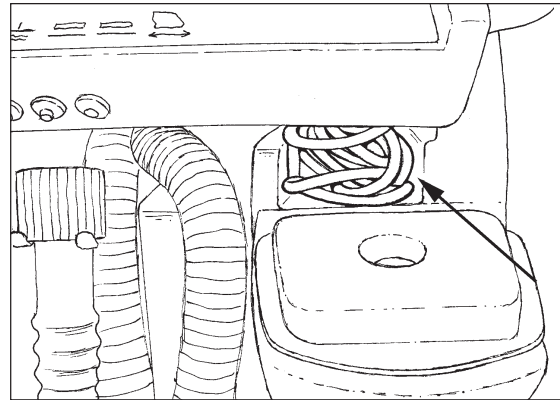
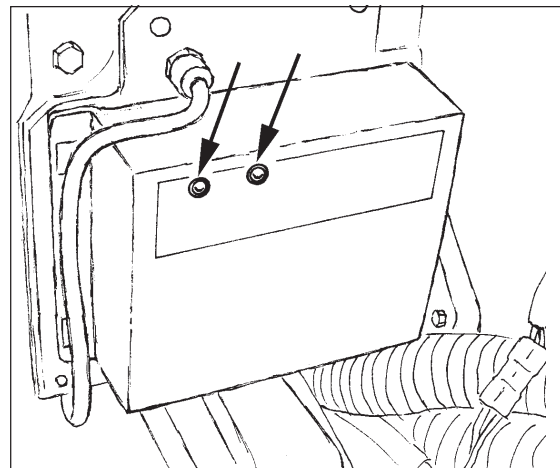

Figure 16
Figure 17
6. Les modèles Focus 17/20 est équipé d'un chargeur intégré placé derrière le réservoir de récupération (Voir Figure 17). Le chargeur est un chargeur 3 à étapes conçu pour maximiser la durée de vie de la batterie. Le câble d'alimentation CA au chargeur intégré est situé dans son compartiment de rangement au-dessous de la poignée de commande à l'arrière de la machine (Voir Figure 16). Tirez le câble du compartiment de rangement.
- **Étape d'Absorption** - À l'étape d'absorption, les voyants rouge et vert seront illuminés sur le chargeur (Voir Figure 17). Pendant cette étape, le chargeur maintient une tension constante et laisse les batteries absorber la charge à leur vitesse propre.
- **Étape de Stabilité et de Maintenance** - À l'étape de maintenance, le voyant rouge s'éteint et seul le voyant vert sera illuminé sur le chargeur (Voir Figure 17). Pendant cette étape, le chargeur applique une tension plus faible et étroitement régulée afin de maintenir une charge complète et d'empêcher que les batteries se déchargent. Les batteries peuvent être connectées indéfiniment sans risquer de s'abîmer.
8. Débranchez le câble d'alimentation du chargeur de la prise murale avant d'alimenter le panneau de commande sur la machine. Rangez le câble d'alimentation du chargeur dans le compartiment de rangement placé au-dessous de la poignée de commande (Voir Figure 16).